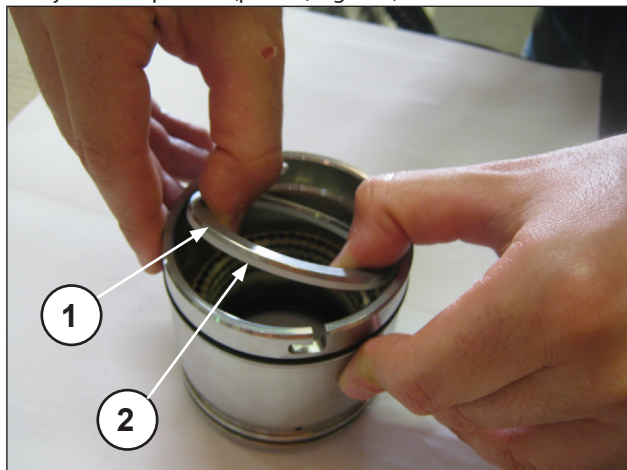
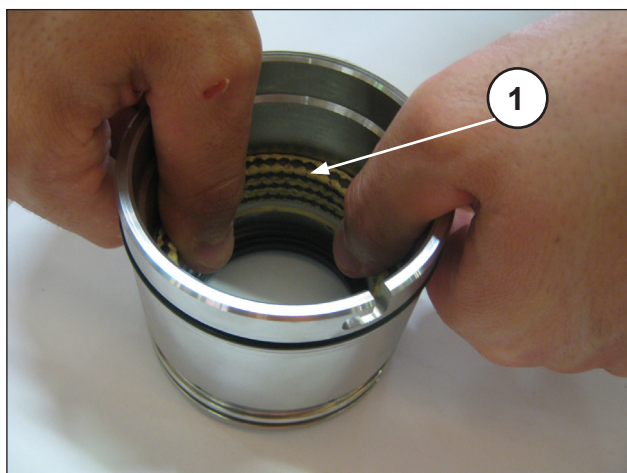

Fig. 162
Fig. 163
Separar el soporte de juntas de la camisa, desmontar la anilla del muelle y la anilla de retén (pos. ①②, Fig. 162) para acceder a las juntas de presión (pos. ①, Fig. 163).